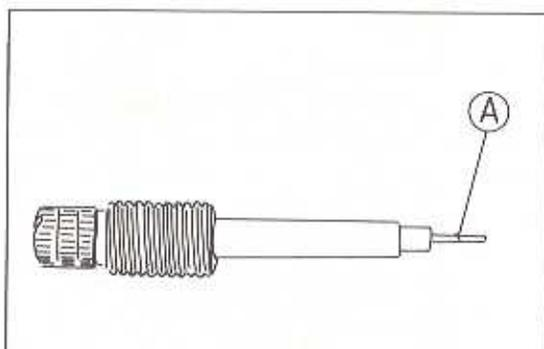

Bild 66
- Die Gemischschraube eindrehen und sanft auf den Sitz drehen (Bild 66).